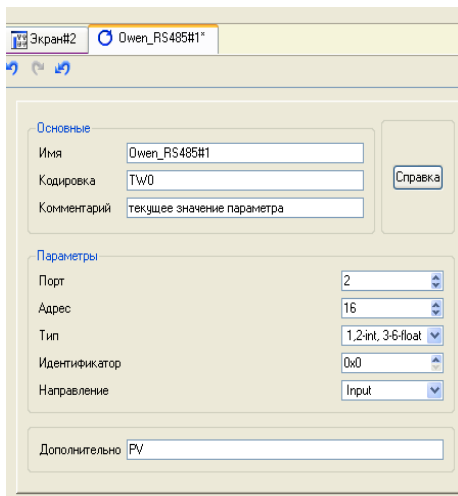

Рисунок 7.11 – Вікно налаштувань компонента *Owen\_RS485*
2) Створіть та налаштуйте в шарі *Источники/Приемники PLC-группу*, а в ній підгрупу – *OwenRS485\_Group* с компонентами *Owen\_RS485*. Спочатку відредагуйте один компонент. Для цього подвійним кліком миші відкрийте бланк налаштування компонента *Owen\_RS485*. Відкриється віконна форма, яка зображена на рис. 7.11. Поля в розділі *Основные* можна залишити без змін. У розділі *Параметры* вкажіть номер порту – 2 (*Увага*: номер порту вкажіть на одиницю менше, ніж номер у налаштуваннях програми для конфігурування приладу), адреса приладу – 16.
системи. Наприклад, виберіть *Input* для вхідного параметра *PV* (рис. 7.11), який є поточним значенням параметра на аналоговому вході приладу. Таким чином, *SCADA*-система отримує двійкове 4-байтове число, яке відповідає дійсному значенню параметра.